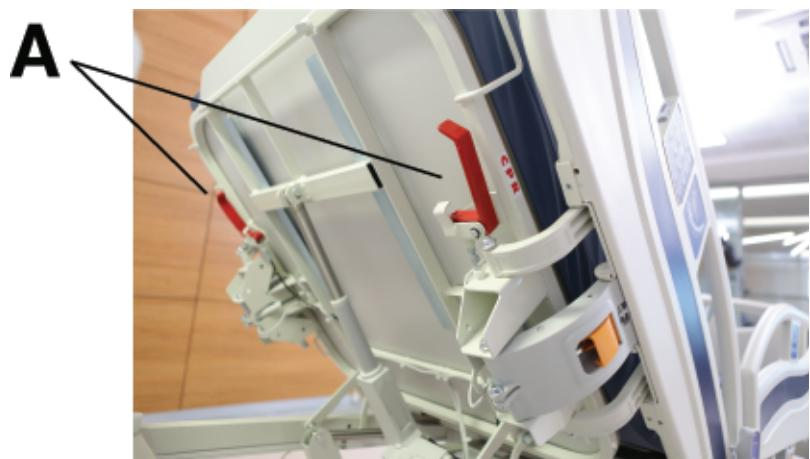

Figura 13 – Mecanismo de liberación para la RCP
1. Agarre cualquiera de las palancas (A) y tire de ella hacia fuera (Figura 13).